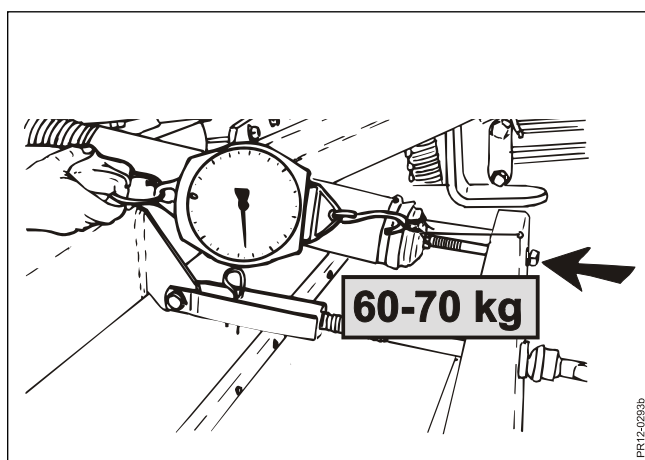

Fig. 3-15
- Fig. 3-15** Starta med ca. **60 – 70 kg** för varje sida.